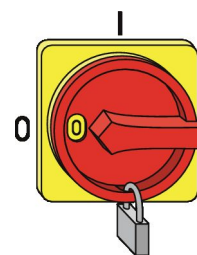

Рис. 5: Защита главного выключателя
3. ▶ Заблокируйте главный выключатель замком (Рис. 5).